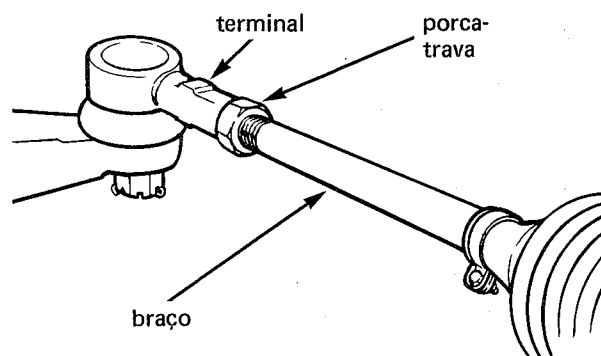

fig. 12
1. Soltar as porcas-trava dos terminais da direção (fig. 12)